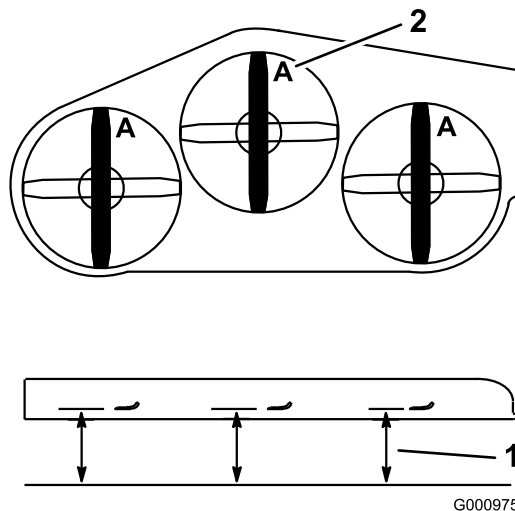

Figura 81
2. Mida desde una superficie nivelada hasta el filo de corte, posición **A**, de las cuchillas (Figura 81).